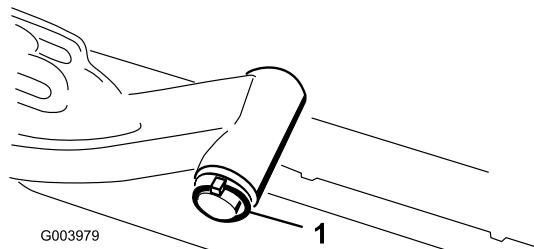

Figure 8
- A. Retirez la goupille à anneau et la rondelle qui fixent l'axe de pivot du bras de relevage au bras de relevage, et sortez l'axe de pivot du bras (Figure 8).
- C. Insérez l'axe du bras de relevage dans le bras de relevage et fixez-le à l'aide de la rondelle et de la goupille à anneau (Figure 8).